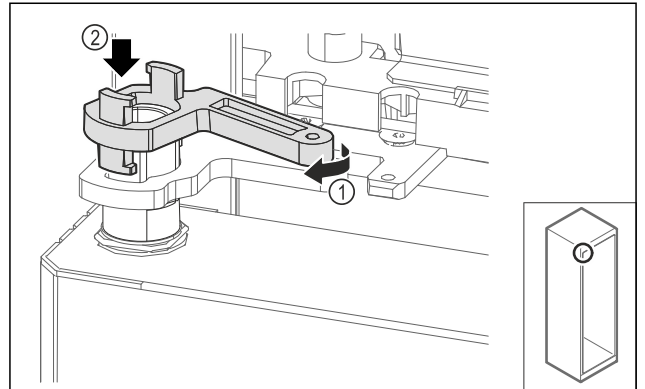

Fig. 66
- ▶ Drei låsen til lagerbukken lett Fig. 66 (1) og sett den på bøssingen Fig. 66 (2).